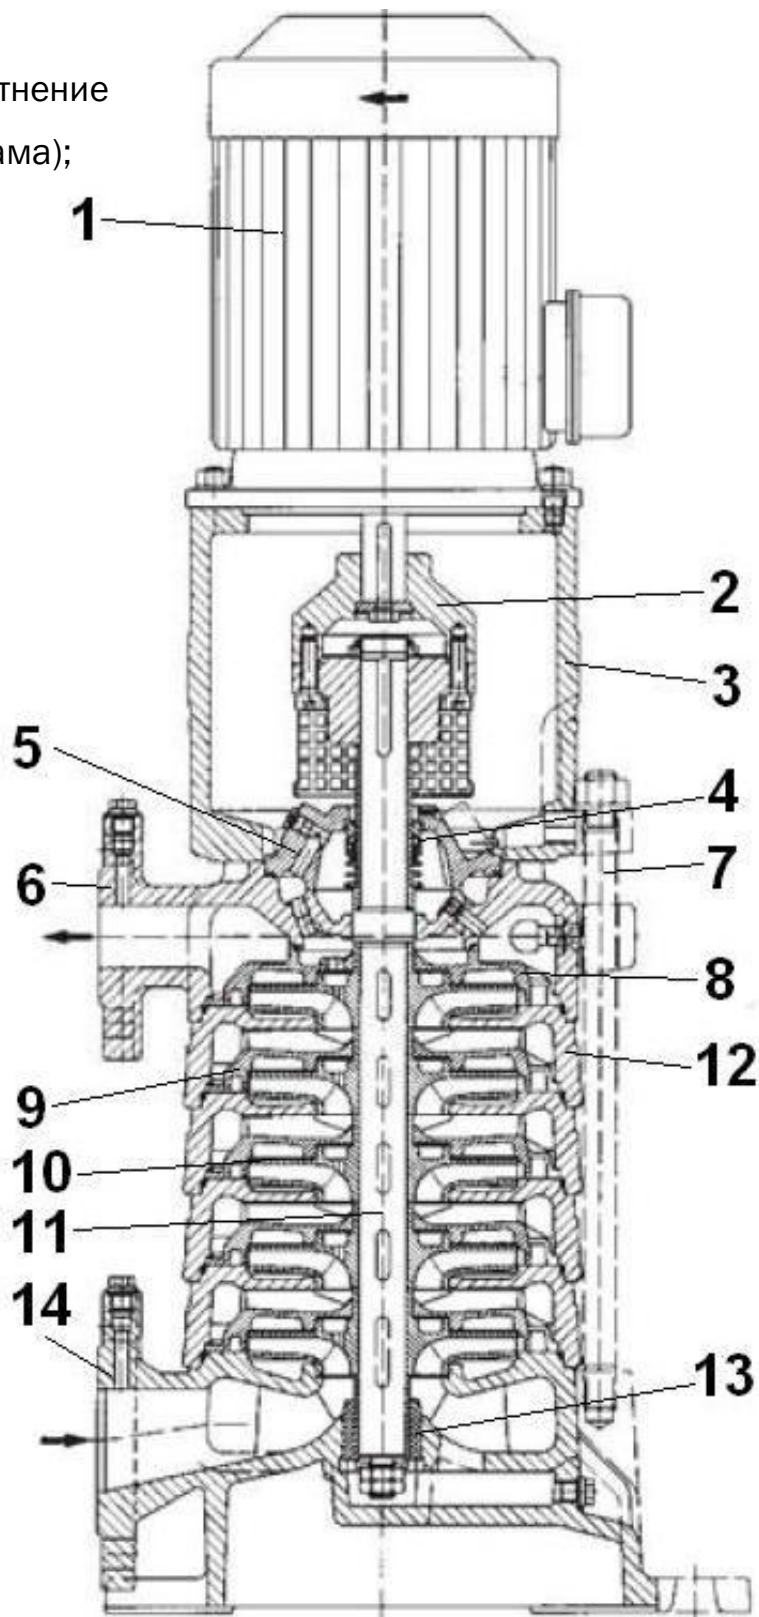

Рис. 7 Разрез насоса HMC(V) 128-54*3
Насос HMC(V) 128-54*3 состоит из следующих основных частей (Рис. 7):
Демонтировать (Рис. 7) кожуха муфты поз. 2 находящиеся на фонаре поз. 3. Рассоединить части муфты поз. 2. Ослабить и отвернуть крепление двигателя поз. 1 к фонарю поз. 3. Демонтировать двигатель поз. 1 с использованием рым-болтов, уложить аккуратно в горизонтальное положение на резиновое покрытие или деревянные паллеты. Избегать деформации частей двигателя и муфты. Демонтировать полумуфту насоса. Аккуратно перевернуть насос и установить плоскостью фланца фонаря на упругий